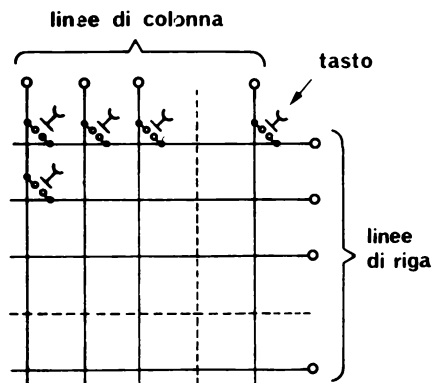
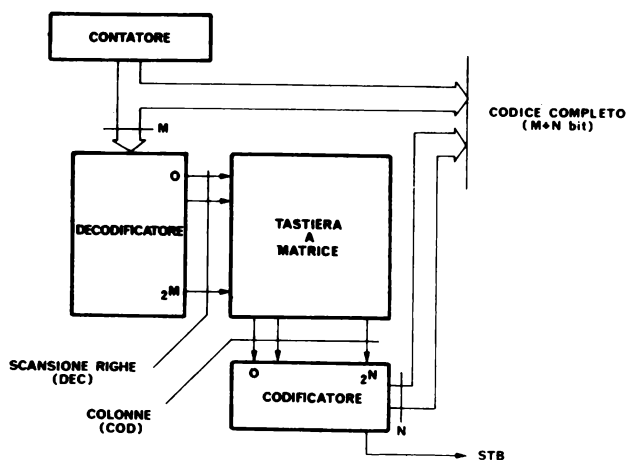

Figura C-4 - Tastiera a matrice
Figura C-5 - Scansione e codifica di una tastiera a matrice
Noi vogliamo usare il visualizzatore per presentare dati elaborati dal microprocessore e quindi queste operazioni devono essere controllate da programma tramite le porte di I/O. Per la tastiera la configurazione più comune è quella a matrice (fig. C.4). Premendo un tasto si connettono assieme una riga ed una colonna. Per generare il codice corrispondente a ciascun tasto possiamo impiegare lo schema funzionale della fig. C.5.
Supponiamo che le uscite del decodificatore e gli ingressi del codificatore siano attivi al livello basso (0), e che gli ingressi non collegati vadano al livello 1. Nella fig. C.5 solo una delle uscite COD (cioè un filo di colonna) per volta va allo 0 logico.